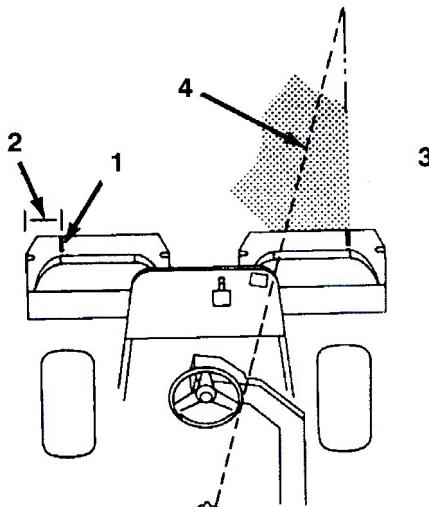

図38
- 各集草箱の外側端から約13 cmを測る（図38）。
- その位置に白色テープか白ペンキで集草箱の縁と平行に目印を入れる（図38）。